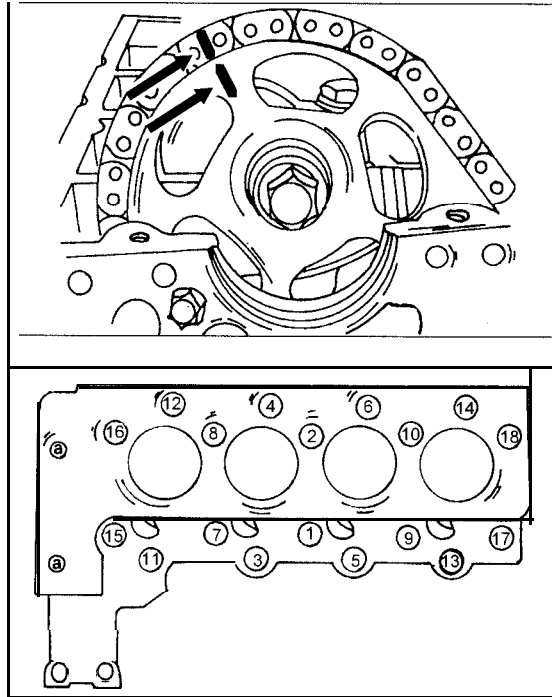

Bild 97
- Das Kettenrad der Nockenwelle und die Steuerkette im Verhältnis zueinander kennzeichnen. Dazu mit Farbe an gegenüberliegenden Stellen zwei Striche einzeichnen, wie es aus Bild 97 ersichtlich ist.